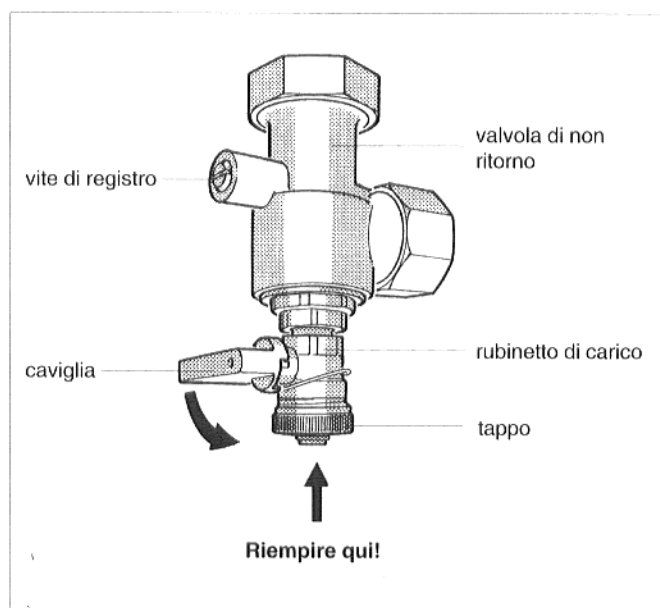

Fig. 11: Valvola di non ritorno con rubinetto di carico
- Girare in posizione verticale («sempre aperto») l'intaglio della vite di registro della valvola di non ritorno (Fig. 11).
- Svitare il tappo otturatore del rubinetto di carico, avvitare il tubo di carico e portare in posizione verticale («aperto») la caviglia del rubinetto (Fig. 11).
- Caricare lentamente **per ca. 1/2 minuto** la caldaia dal rubinetto di carico (Fig. 11).
- **Riportare in posizione orizzontale (pos. di «esercizio») l'intaglio della vite di registro della valvola di non ritorno in posizione verticale (Fig. 11).**
- Continuare a riempire l'impianto dal rubinetto di carico (Fig. 11).